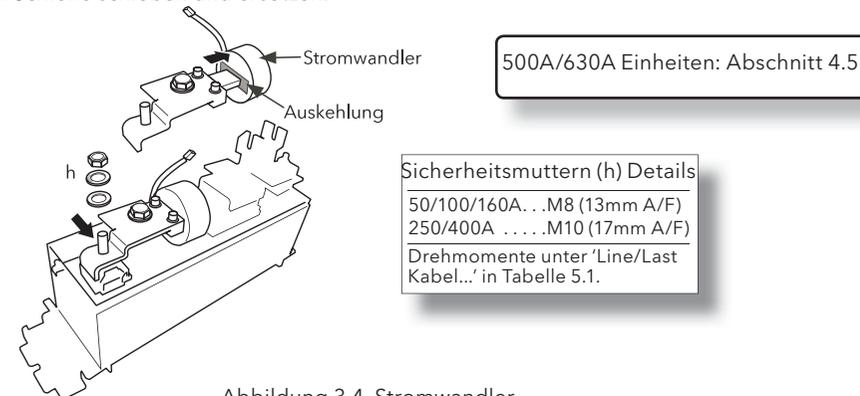

Abbildung 3.4 Stromwandler
- Setzen Sie das Gerät in umgekehrter Reihenfolge wieder zusammen. Achten Sie auf die Ausrichtung des Stromwandlers (Abbildung 3.4), und dass der Kabelbaum durch die Kunststoffschlaufe an der Leistungsplatine befestigt wird.
1. Trennen Sie die Verbindung ('g' in Abbildung 3.4) zur Versorgungsplatine.